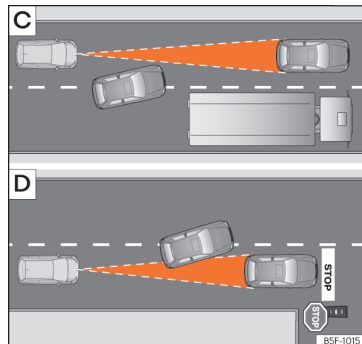

Abb. 190 [C] Fahrspurwechsel eines anderen Fahrzeugs. [D] Abbiegendes und weiteres stehendes Fahrzeug.
- Fahrzeuge, die in geringem Abstand auf die eigene Fahrspur wechseln »» **Abb. 190** [C].
ACC reagiert nicht auf stehende Fahrzeuge. Wenn z. B. ein von ACC erfasstes Fahrzeug abbiegt oder aussichert und sich vor diesem Fahrzeug ein stehendes Fahrzeug befindet, reagiert ACC nicht auf das stehende Fahrzeug »» **Abb. 190** [D].